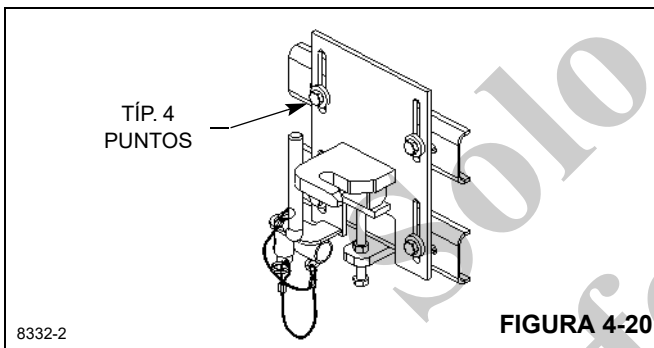

FIGURA 4-20
2. Fije el conjunto del gancho con pernos, pero sin apretarlos, al costado de la primera sección de la pluma, Figura 4-20.